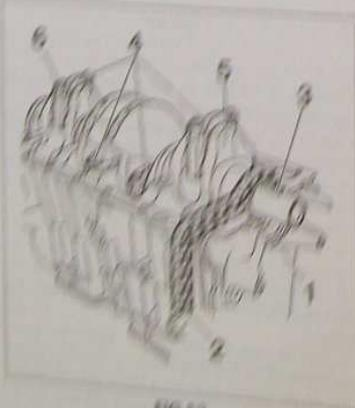

FIG. 52
reposer la clavette (3), le pignon (1) et la chaîne d'entraînement de la pompe à huile (2) en bout de vilebrequin (Fig.52).